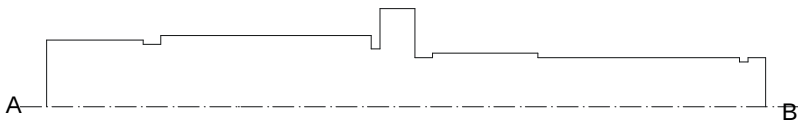
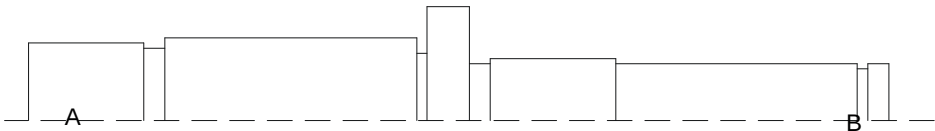
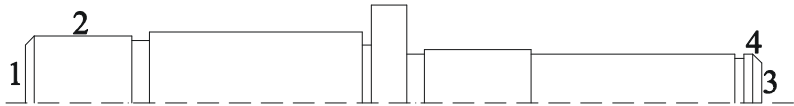

图 8-1-1
图 8-1-2
图 8-1-3
STEP 01 在图层特性管理器里新建两个图层：中心线，线型用虚线，线宽用 0.1mm，其他各项不变；轴轮廓线，线宽用 0.2mm，其各项设置不变；键槽，线宽用 0.2mm，各项设置不变。在绘图区内用构造线工具新建一个水平中心线，然后用直线工具绘制泵轴上半部分的轮廓，如图 8-1-1 所示，其具体操作步骤如下：
将如图 8-1-1 所示的泵轴轮廓进行延伸，如图 8-1-2 所示，其操作步骤如下：
STEP 03 对如图 8-1-2 所示的泵轴上半部分进行倒角处理，如图 8-1-3 所示，其操作步骤如下：